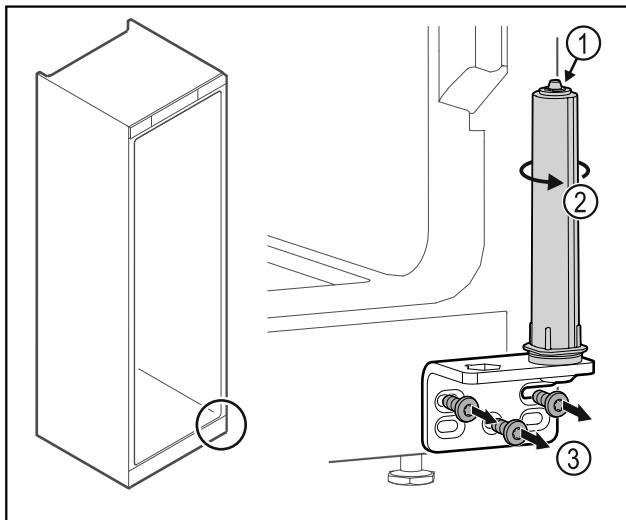

Fig. 39
- ▶ Du må ikke adskille dørlukkesystemet Fig. 39 (1).
- ▶ Drej lukkesystemet Fig. 39 (2), indtil det klikker.
- ▶ Skru hængselvinklen Fig. 39 (3) af.